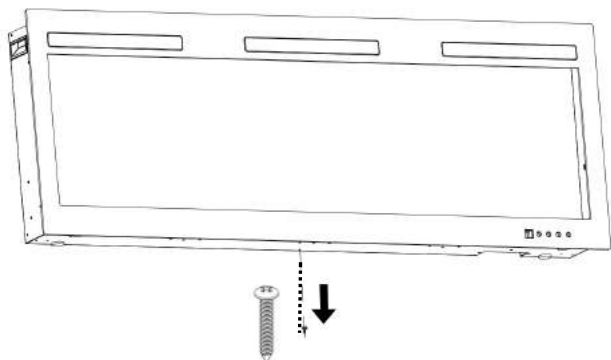

Fig 4-1
A. Retire el tornillo plateado situado en la parte inferior del aparato. (Fig 4-1). Ponga el tornillo a un lado.
D. Conecte los cables verdes de tierra (G), los cables blancos estándar (N) y luego los cables termoeléctricos negros (L) (VER FIG. C).
E. Fije la tapa en su lugar con tres tornillos, tal y como se muestra en la FIG. 4-1.